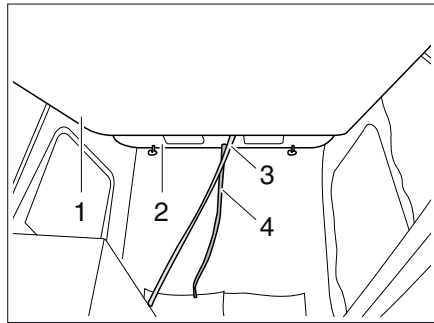

Fig. 135 Cama en el techo para dormir
- Empujar el techo para dormir (Fig. 135,2) de los tiradores con ambas manos hacia arriba.
- Tirar el colchón (Fig. 135,1) del dispositivo corredizo (Fig. 135,3) hacia abajo, hasta escuchar que engatilla.
- Empujar el colchón (Fig. 135,1) hacia arriba.
- Tirar el techo para dormir del dispositivo corredizo (Fig. 135,4) hacia abajo.